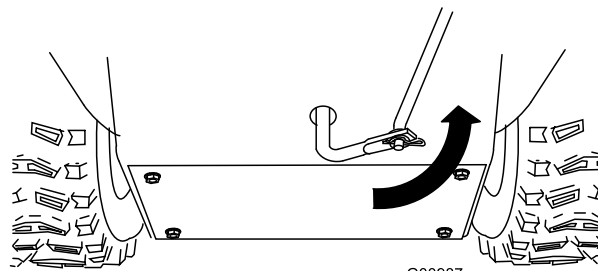

Рисунок 7
5. Поверните нижнее коромысло полностью вверх (против часовой стрелки) (Рисунок 7).